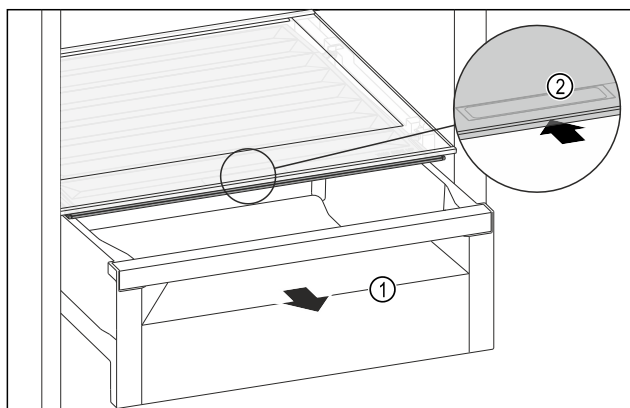

Fig. 138
- ▶ Wyciągnąć szufladę Fig. 138 (1).
- ▶ Chwycić uchwyt wpuszczany Fig. 138 (2) na pokrwyce komory i przesunąć pokrwykę jednocześnie do tyłu.